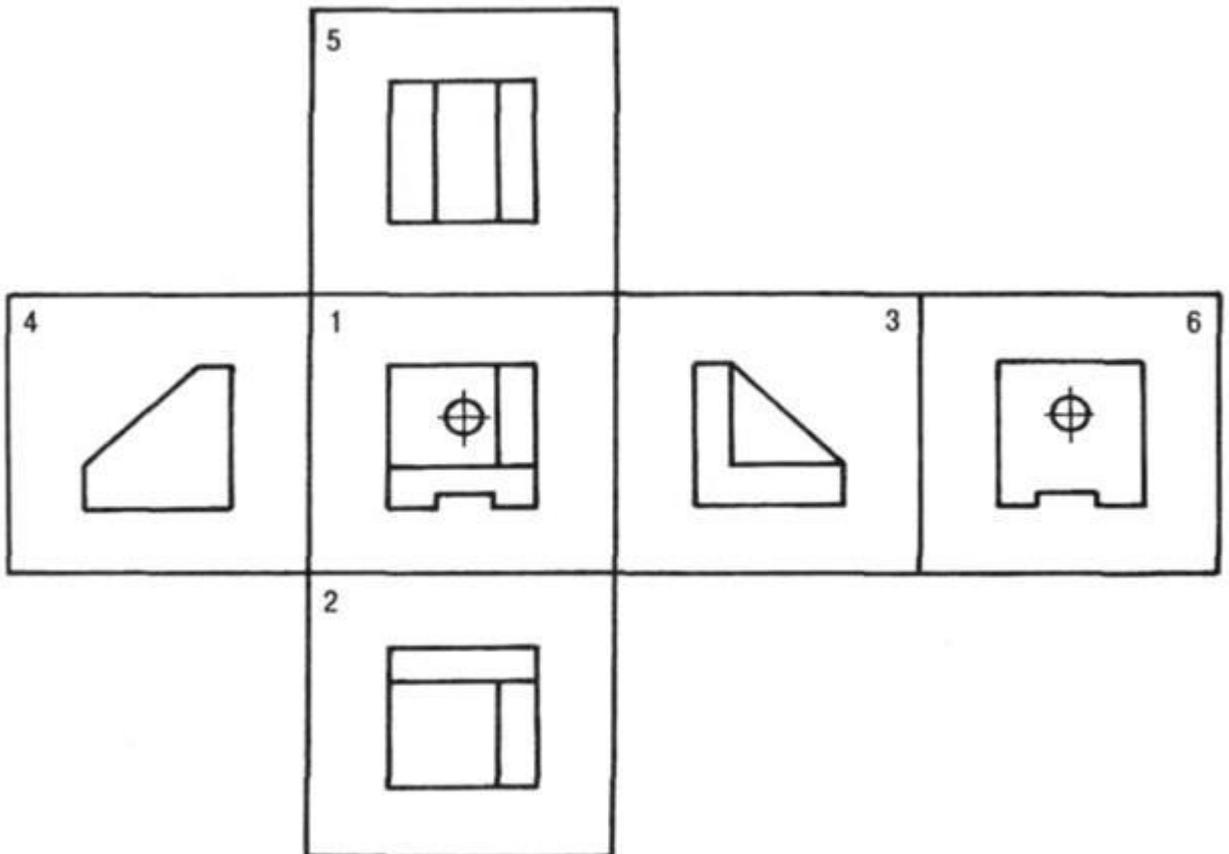

Рисунок 8. Основные виды на плоскости чертежа
В тех случаях, когда часть объекта изображается на основных видах с искажениями, применяют дополнительные виды. Дополнительный вид обозначают буквой, а направление взгляда — стрелкой (рис. 8), если дополнительный вид находится в непосредственной проекционной связи с изображением, то обозначения не делают. Дополнительные виды допускается поворачивать.
- горизонтальные — секущая плоскость параллельна горизонтальной плоскости (рис. 8). В строительных чертежах горизонтальный разрез может именоваться «план»;
- вертикальные — секущая плоскость параллельна фронтальной плоскости (фронтальный или продольный разрез), секущая плоскость параллельна профильной плоскости (профильный или поперечный разрез) — рис. 8);
- наклонные — секущая плоскость не параллельна ни одной из плоскостей проекций. Наклонные разрезы можно размещать в направлении проецирования или изображать с поворотом (рис. 8, д).